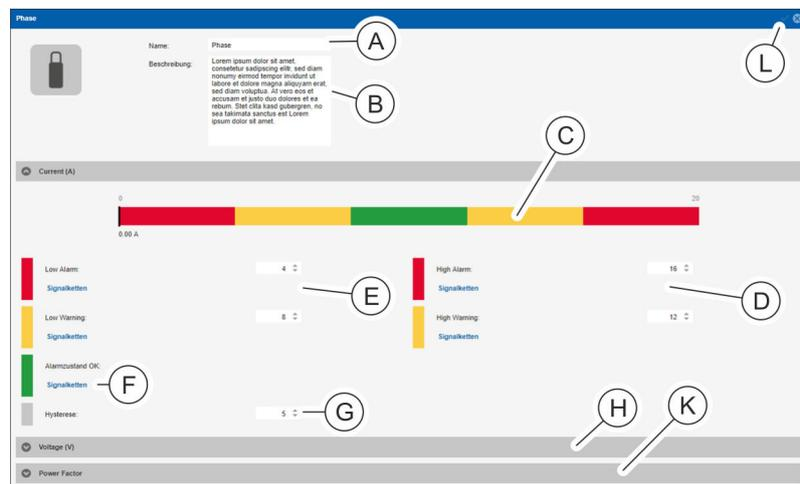

Abb. 126: Detailansicht
4. ➤ In der Detailansicht bei Bedarf die Benennung der Phase (Abb. 126/A) anpassen und bei Bedarf eine Beschreibung hinzufügen (Abb. 126/B).
5. ➤ Im Bereich „Current (A)“ einen Wert für „High Warning“ und „High Alarm“ eingeben (Abb. 126/Ⓓ).
- ⇒ Die Schwellwerte werden farblich angezeigt (Abb. 126/Ⓒ).
8. ➤ Im Bereich „Current (A)“ dem Parameter „Alarmzustand OK“ (Abb. 126/Ⓔ) bei Bedarf eine Signalkette zuweisen (analog zu Schritt 5 und 6).
9. ➤ Im Bereich „Current (A)“ einen Wert für „Low Alarm“, „Low Warning“ und „Hysterese“ (in %) eingeben (Abb. 126/Ⓔ und Ⓒ) und eine Signalkette zuweisen (analog zu Schritt 5 – 7).
10. ➤ Schritte 5 – 9 für den Bereich „Voltage“ zur Einstellung des Spannungsbereichs wiederholen (Abb. 126/Ⓗ).
11. ➤ Schritte 8 – 9 für den Bereich „Power Factor“ zur Einstellung des Leistungsfaktors wiederholen (Abb. 126/Ⓚ).
12. ➤ Auswahl über die Schaltfläche „Speichern“ (Abb. 126/Ⓛ) bestätigen.